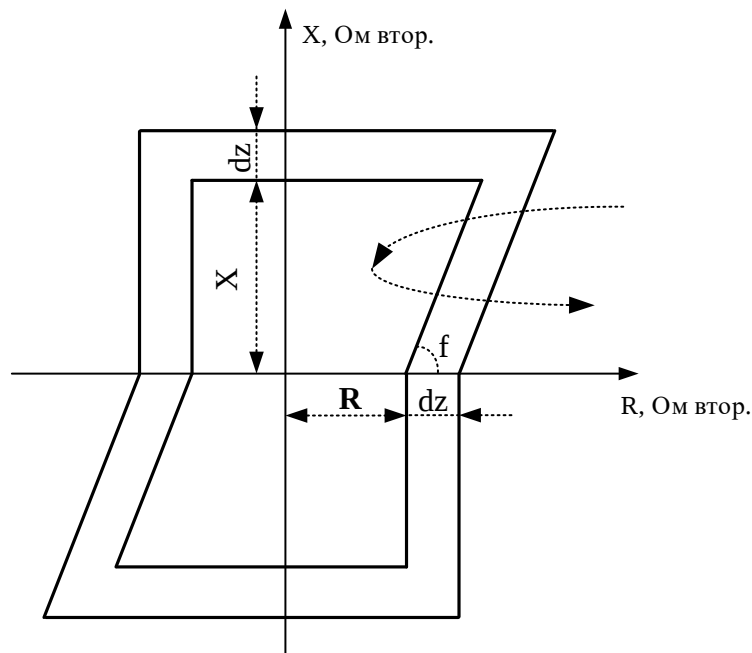

Рисунок 6.17 – Характеристика блокировки при качаниях
1. Рабочая точка перемещается из внешней зоны в зону действия (рисунок 6.17), при этом находится в дельта-зоне больше заданного времени **Tdz**. Для качаний частотой до 4–5 Гц $Tdz=20$ мс.